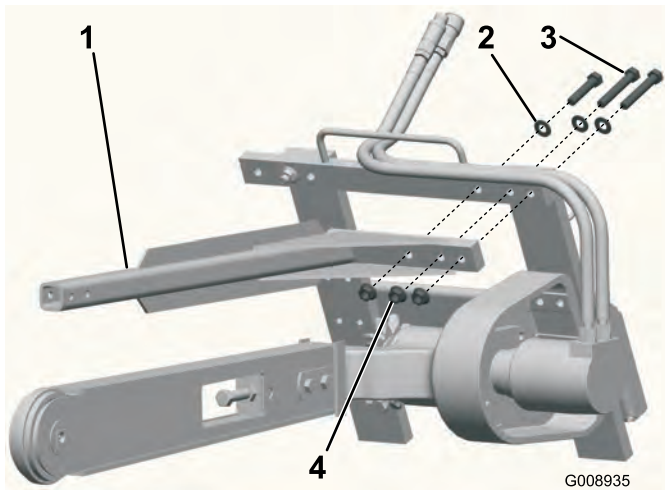

Figura 4
1. Retire los 3 pernos, las arandelas y las tuercas de la esquina superior izquierda del bastidor de la zanjadora (Figura 4).
- Usando los cierres retirados anteriormente, instale la barra de seguridad de la zanjadora tal y como se muestra en Figura 4.